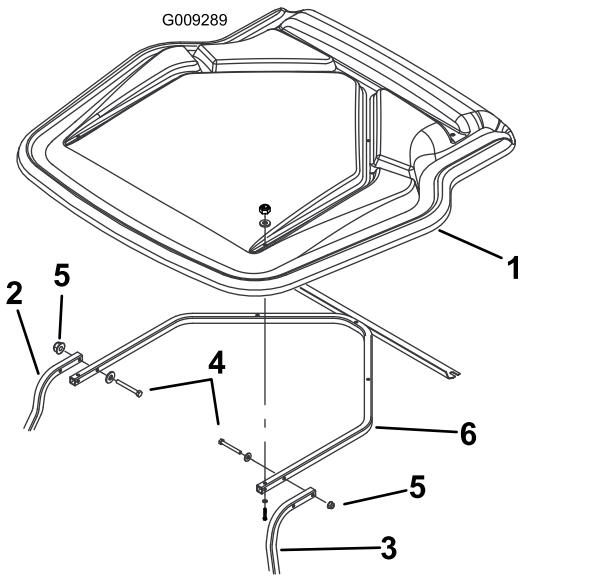

Figure 6
10. Soulevez l'abri sur le cadre de support et fixez légèrement les supports avant à l'aide de 4 vis (5/16" x 2 3/4"), 4 rondelles plates (5/16") et 4 écrous à embase (5/16"), comme montré à la Figure 6.
Remarque: Le support de l'abri est déjà fixé légèrement à l'abri (Figure 6).